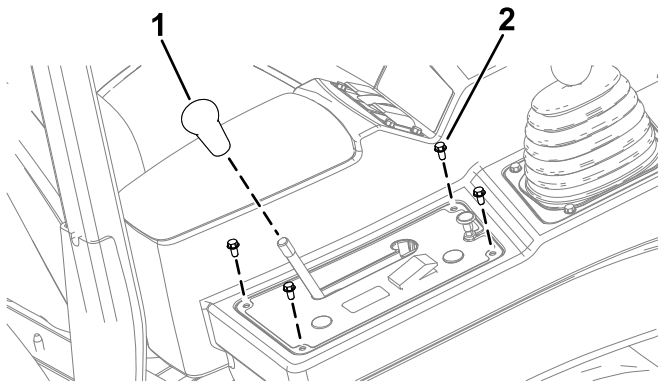

図 45
1. デファレンシャルロックのロッドについているノブを外す 図 45。
2. 図 45に示すように、六角ヘッドねじ1/4 x 1/2 インチ4本を外す。
9. デファレンシャルロックのロッドにノブを取り付ける 図 45。